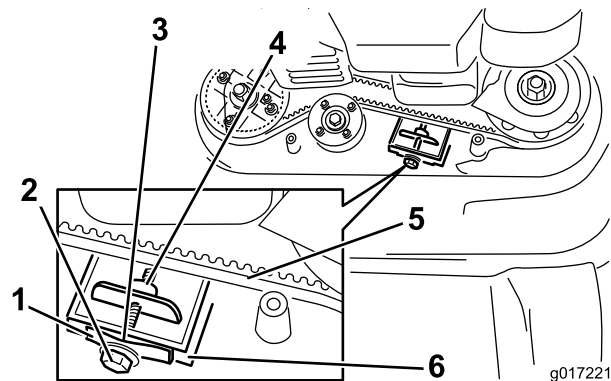

Figura 39
**Nota:** Si hay un espacio visible entre la galga y el muelle, apriete el perno de ajuste y la contratuerca hasta que el papel apenas pueda deslizarse libremente por el hueco (Figura 39).